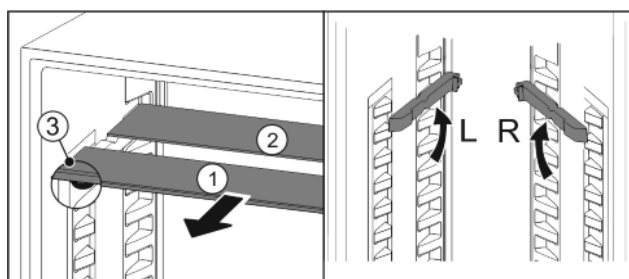

Fig. 20
- Vytiahnite sklené dosky jednotlivo dopredu Fig. 20 (1).
- ▷ Sklená doska Fig. 20 (1) so zarážkami proti vytiahnutiu leží vpredu.
- ▷ Zarážky ukazujú nadol Fig. 20 (3).